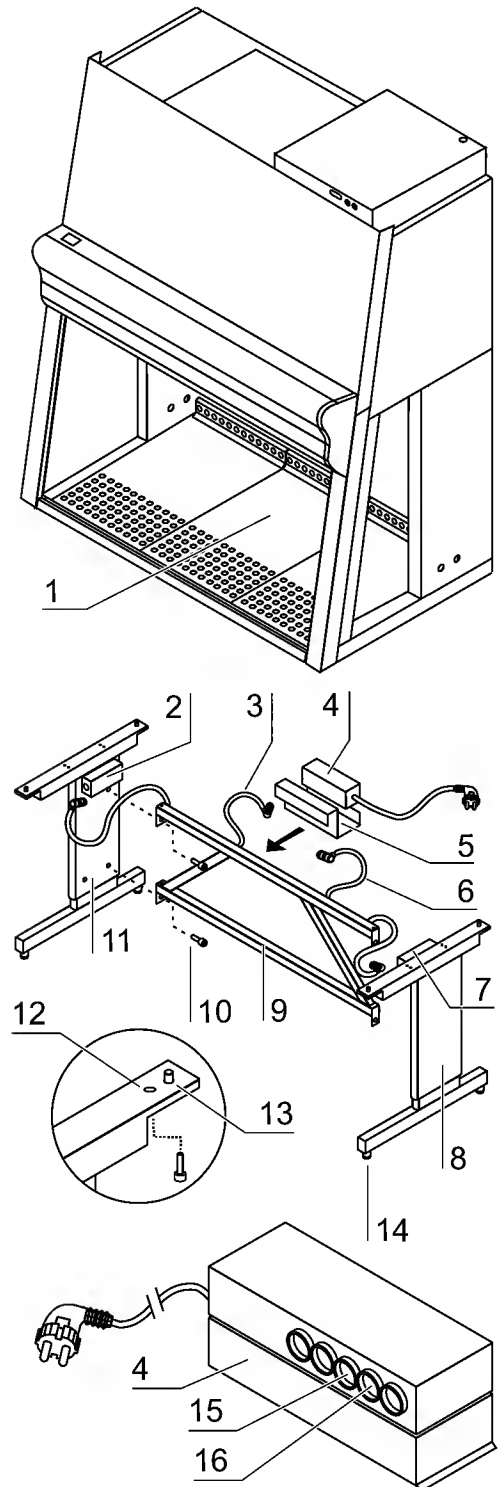

Abb. 1
Fig. 1: Le chassis réglable en hauteur peut être réglé dans une plage de 680 - 880 mm. Les deux éléments latéraux [6] disposent d'un entraînement à moteur électrique [2] commandé par la commande synchrone [4].
1. **Fig. 1:** Visser les deux éléments latéraux [8] et [11] à l'aide des vis [10] sur la barre transversale [9].